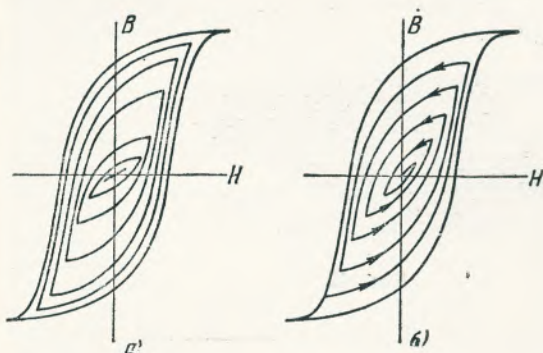

Рис. 7
2) чтобы остаточная индукция в ленте была пропорциональна напряженности поля в зазоре записывающей головки. Здесь дело обстоит гораздо сложнее. Ферромагнитный слой ленты — это магнитотвердый материал, имеющий предельную гистерезисную петлю, подобную изображенной в первой статье на рис. 7 и 8, а. Естественно, что и здесь должно соблюдаться требование не доводить индукцию в материале до насыщения. Однако для получения неискаженной записи этого далеко не достаточно.
В первой статье читатель познакомился с предельной гистерезисной петлей. Можно, однако, получить для каждого материала целое семейство частных гистерезисных петель, расположенных внутри предельной гистерезисной петли, если не доводить максимальную индукцию в нем до насыщения (рис. 7, а).
находящегося внутри обмотки, будет при этом происходить по искаженной спирали (рис. 7, б), каждый виток которой является частью гистерезисной петлей. К концу опыта материал окажется полностью размагниченным. Полное размагничивание материала может быть получено по тому же закону и путем постепенного выноса материала из переменного магнитного поля. Подобный способ размагничивания переменным током высокой частоты широко используется в стирающих головках современных магнитофонов.